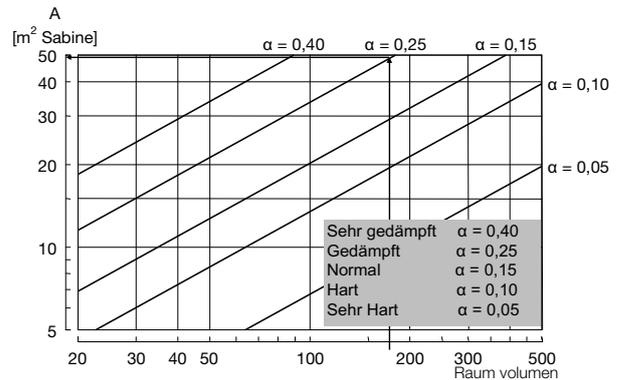
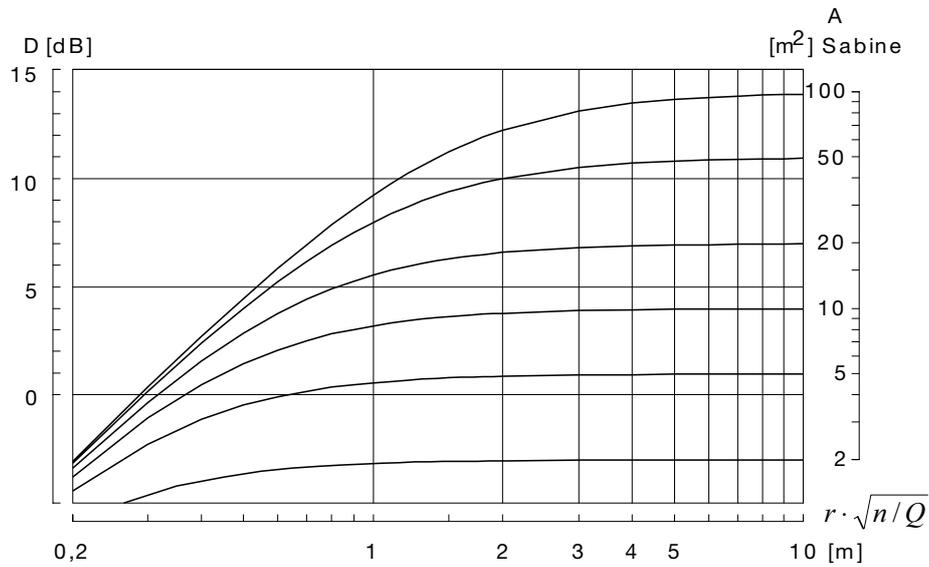

Abb. 14: Verhältnis zwischen dem Raumvolumen und der gleichwertigen Schallabsorptionsfläche
Abbildung 16: Raumdämpfung als Funktion des Absorptionsbereichs und der Anzahl der Schallquellen.
Sind die Schallquellen und der Absorptionsbereich des Raumes bekannt, wird die Raumdämpfung durch Abbildung 14, Abbildung 15 und Abb. 16 bei einer oder mehreren identischen Schallquellen im Raum bestimmt.
In einem Raum mit den Abmessungen $L \times B \times H = 10 \text{ m} \times 7 \text{ m} \times 2,5 \text{ m}$ sind vier Durchlässe in die Decke eingebaut. Jeder Durchlass gibt einen Schalleistungspegel von 29 dB(A) ab. Der Raum ist gedämpft, was einen Absorptionsbereich von $A \sim 50 \text{ m}^2 \text{ SABINE}$ ergibt (Abbildung 14). Wie hoch ist der Schalldruckpegel 1,5 m über dem Boden.
In der Höhe von 1,5 m über dem Boden beträgt der Abstand zum nächsten Durchlass $r = 1 \text{ m}$, und daher kann für die Raumdämpfung $D = 9 \text{ dB}$ ermittelt werden - siehe Abbildung 16.